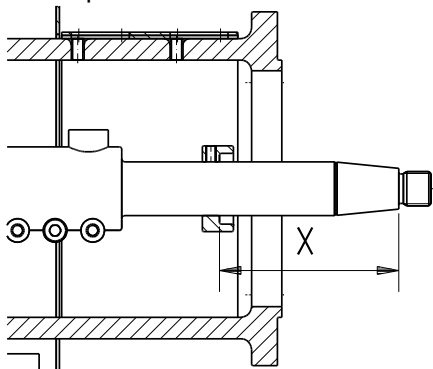

Abbildung 4
1. Falls zuvor demontiert gewesen: Stelling der Gleitringdichtung montieren und justieren entsprechend Abb. 4 und die Werten aus nachstehender Tabelle.